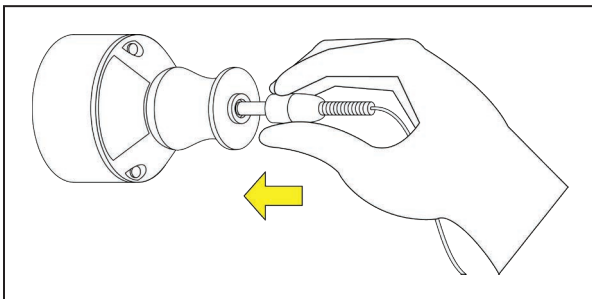

Figura 12. Enchufando el conector de alimentación al módulo de energía.
PASO 1. Enchufe el conector del adaptador CA en la abertura del módulo de energía. Ver Figura 12.